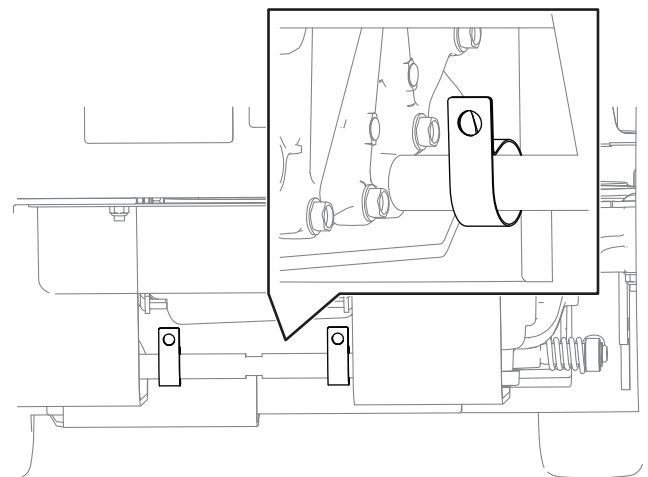

Figura 4
2. Instale os grampos em R na barra. Monte os grampos em R na direção correta, como se mostra em Figura 4.